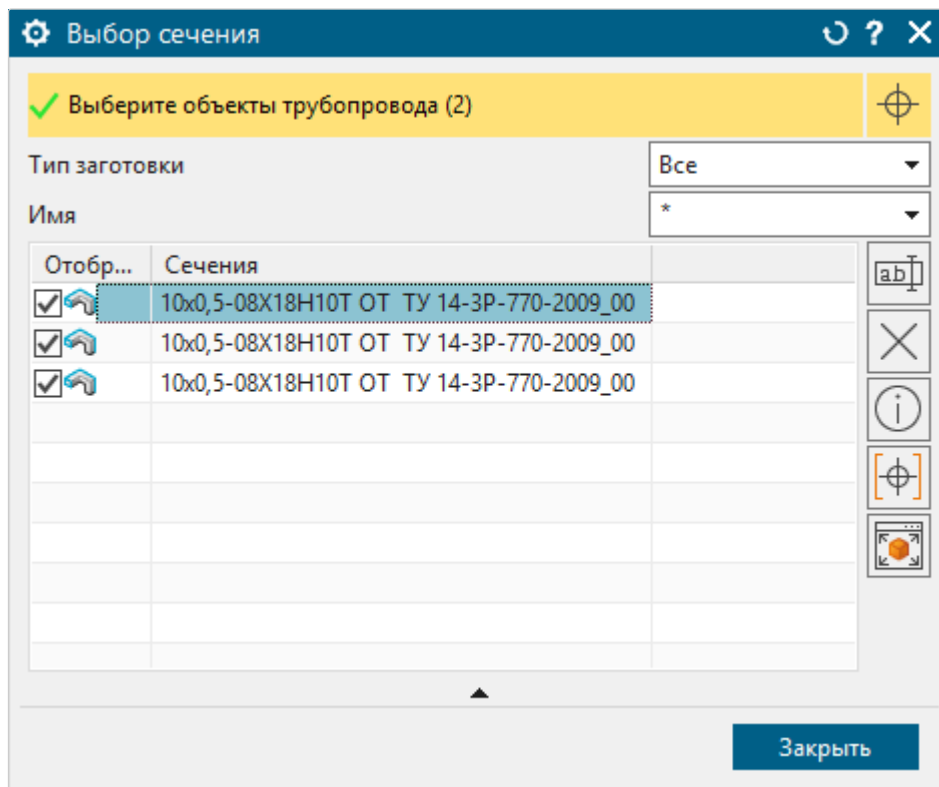

Рисунок 310. Окно «Выбор сечения»
- 2) Выбрать требуемую трубу в окне «Выбор сечения» (см. рисунок 310).